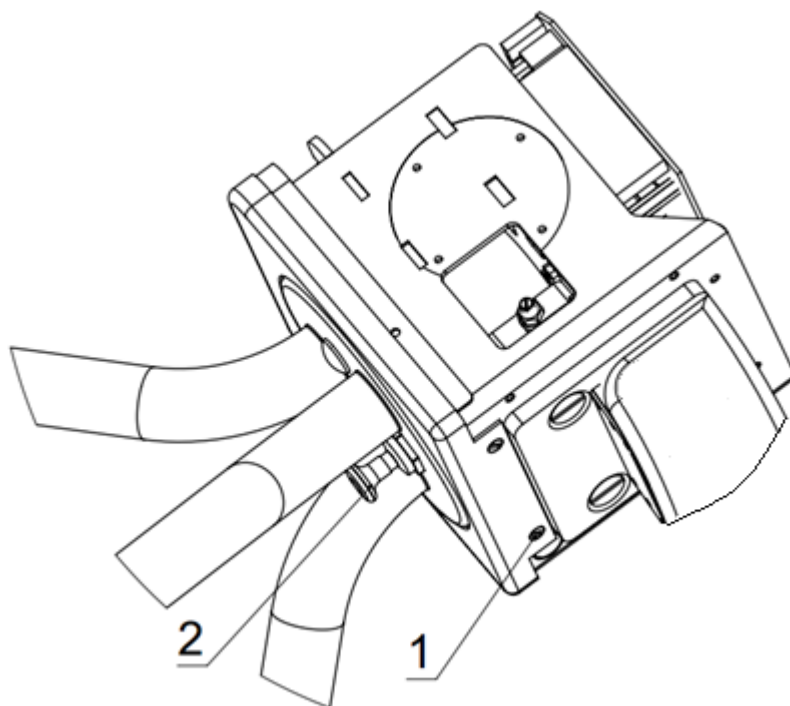
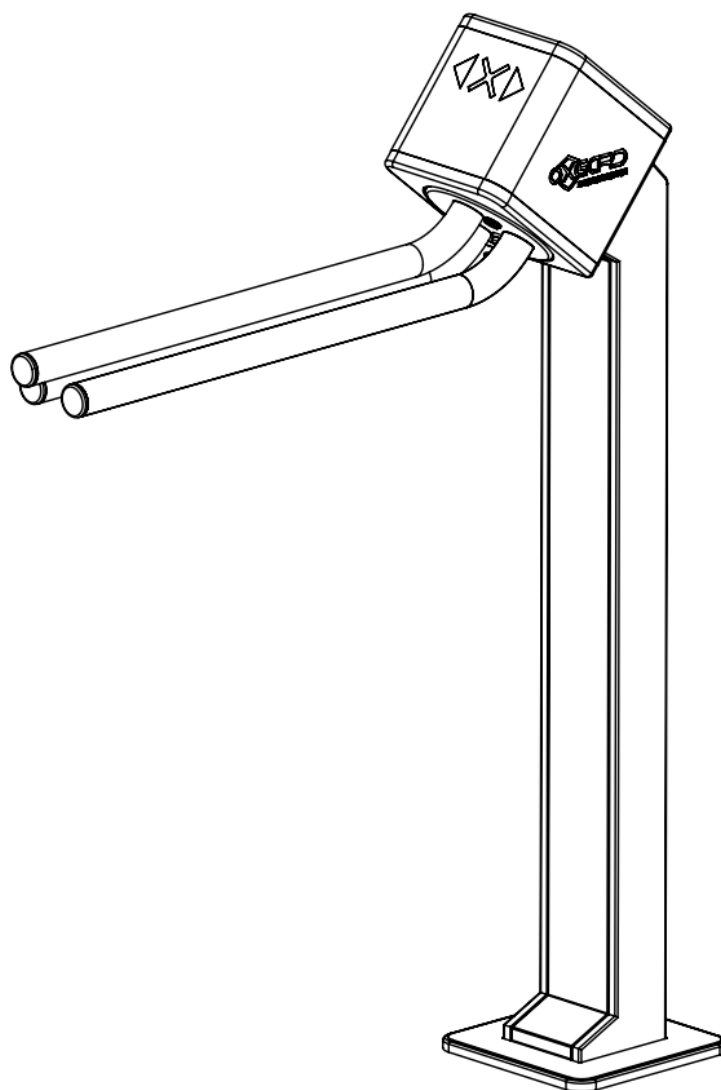
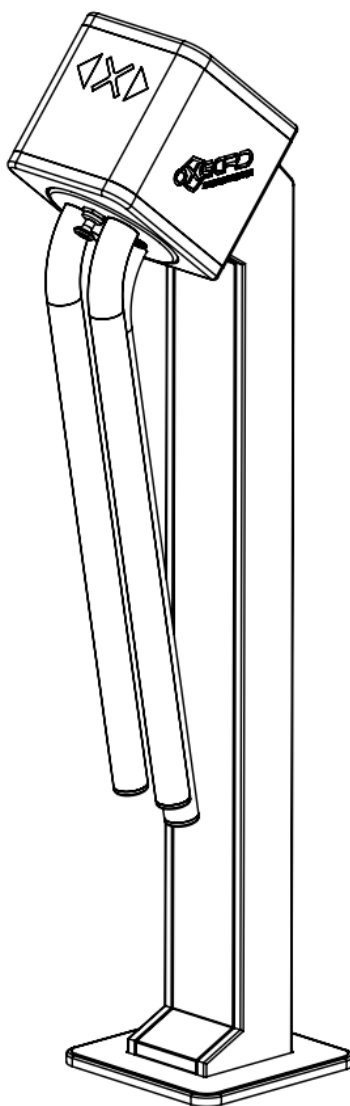

Рис. 7.
Рис. 8.
Рис. 9.
- оттяните стопор фиксации 2 планок (рис. 7) , удерживая одну планку рукой в зафиксированном положении, разложите остальные планки в рабочее положение.
Переход в этот режим осуществляется механическим путем. Переведите турникет в режим «антипаника», для этого нажмите на пульте кнопку 4. Оттяните стопор фиксации 2 планок (рис. 7), удерживая одну планку рукой в зафиксированном положении, другой рукой проверните другую планку по часовой стрелке, так чтобы все планки совместились (рис. 8). Затем все вместе сложенные планки поверните вниз (рис. 9)